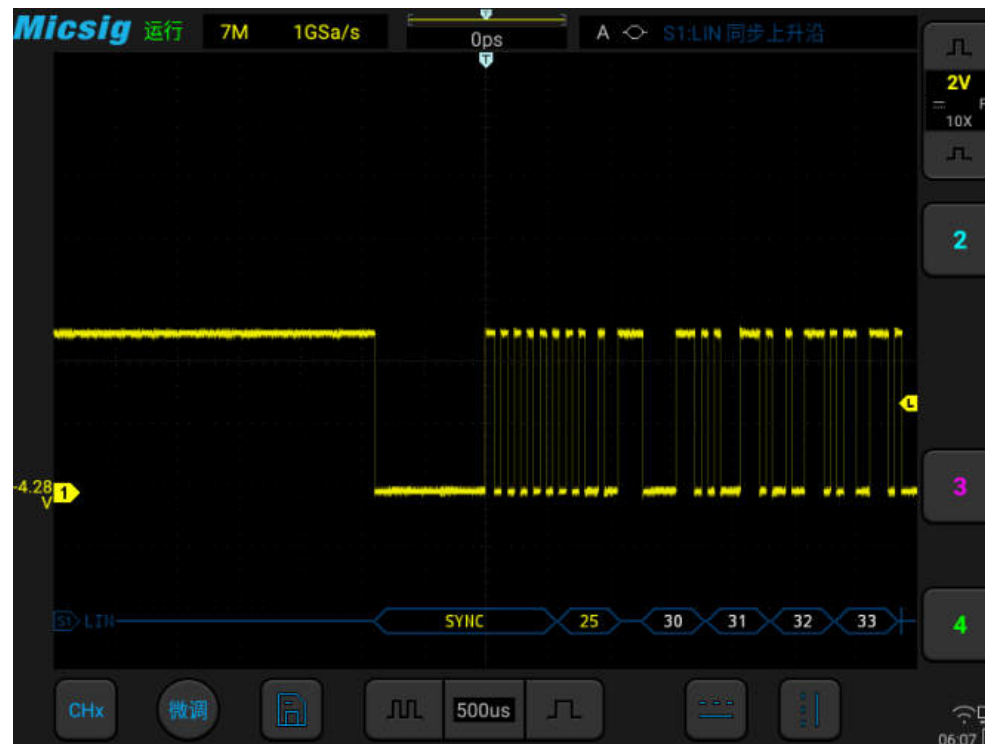

图12-12 LIN 图形界面
- (1) 轻点 S1 打开解码通道，再次点击打开总线配置菜单；
- (2) 选择总线类型为“LIN”，依次点选“Ch1”“空闲高”“9.6kb/s”，然后关闭菜单；
(3) 打开触发方式配置菜单，点选“同步上升沿”；
(4) 点按  配置信息，打开解码通道阈值电平调节框，上下拖动调节框可以调节阈值电平；根据信号的幅值电平调节阈值电平使信号稳定触发。LIN 触发图形界面见图 12-12：